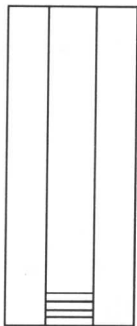

图 2-5 矩形阵列图形
Step 7 单击“选择对象”按钮，在绘图区域中选择直线 A，单击“确定”按钮，将其进行矩形阵列，结果如图 2-5 所示。